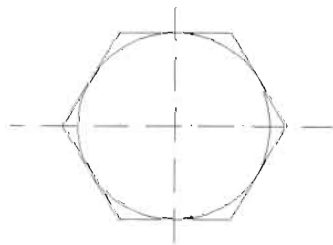

图 2-94
(3) 单击“绘图”工具栏中的“正多边形”按钮, 绘制一个半径为 10mm 的正六边形, 如图 2-94 所示, 命令执行过程如下。